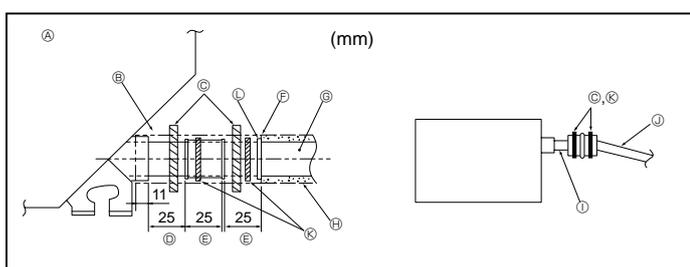

Fig. 3-5
- ① Tube en PVC, D.E.ø38 pour la mise en place groupée des tuyaux. (isolant de 9 mm ou plus)
- ② Jusqu'à 85 cm
1. Raccorder la prise d'écoulement (fourni avec l'appareil) au port de drainage. (Fig. 3-5) (Apposer le tube à l'aide de ruban adhésif en PVC puis le fixer avec une sangle.)